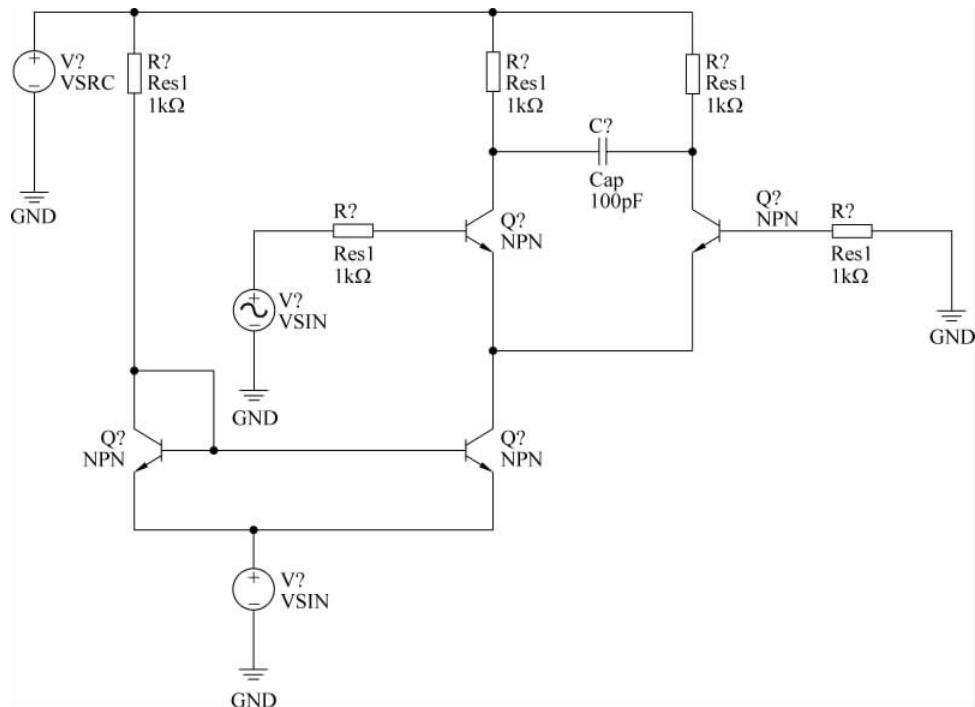

图 3-65 连接电路元器件和信号源
(4) 单击 AD 主界面下工具栏内的连线按钮, 将这些元器件和信号源按照如图 3-65 所示的方式进行连接。